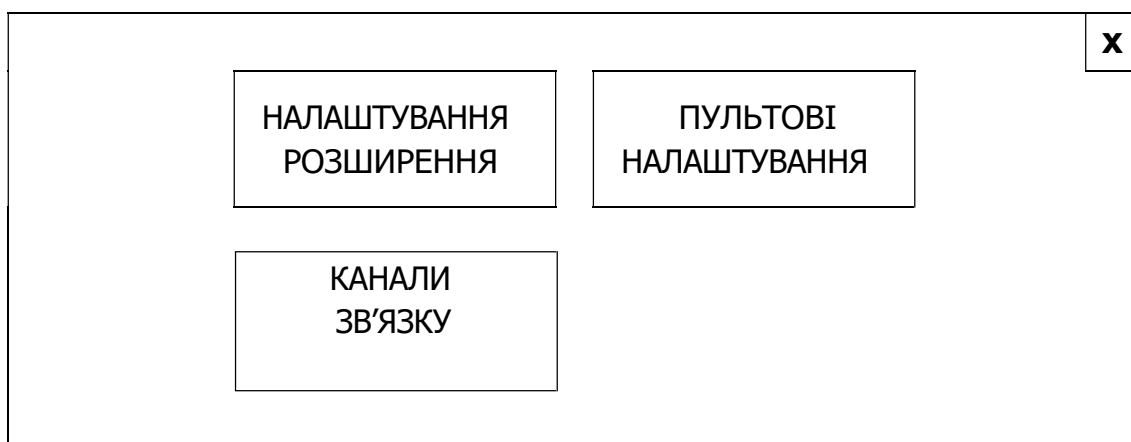

Рисунок 10.15.1 -Вікно меню «НАЛАШТУВАННЯ ЗВ'ЯЗКУ»
10.15.1 Якщо доторкнутися до кнопки [НАЛАШТУВАННЯ ЗВ'ЯЗКУ], відкривається вікно (рис. 10.15.1), в якому знаходяться кнопки [НАЛАШТУВАННЯ РОЗШИРЕННЯ], [ПУЛЬТОВІ НАЛАШТУВАННЯ], [КАНАЛИ ЗВ'ЯЗКУ]. Опис застосування кнопок наведений нижче.